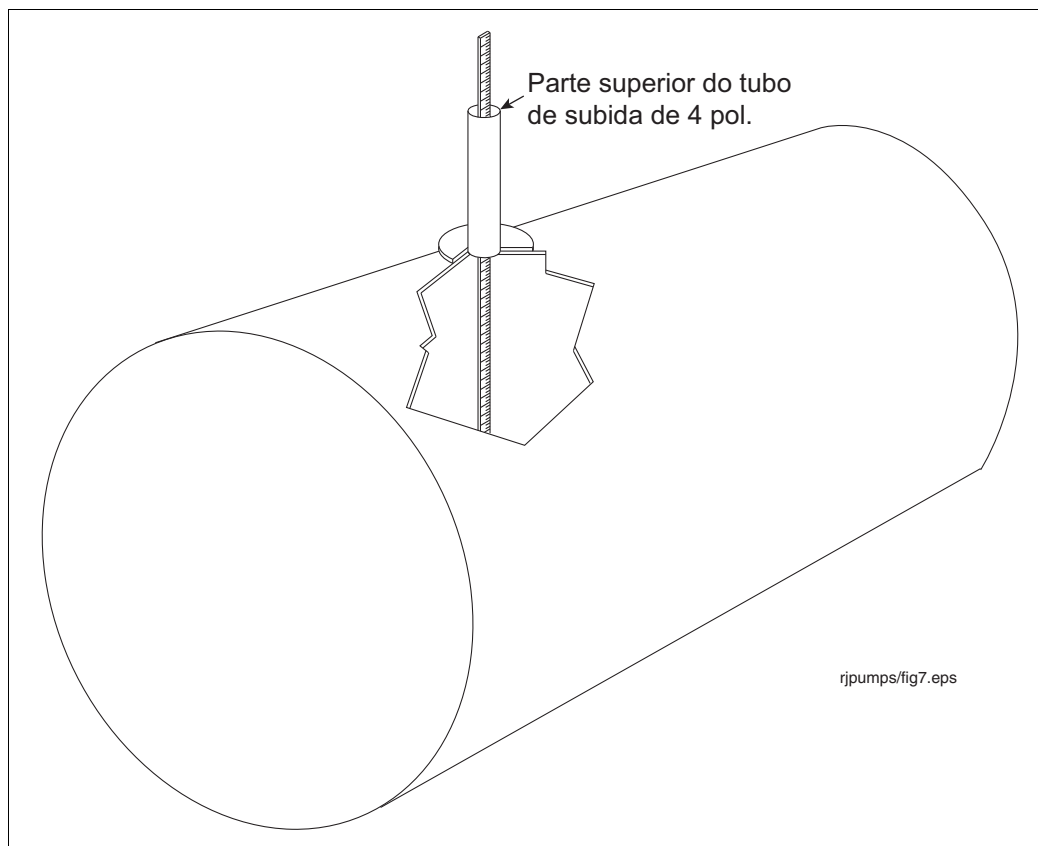

Figura 10. Tanque de medição
2. Meça a distância da parte inferior do tanque até a parte superior do tubo de subida de 4 polegadas, conforme a Figura 10.